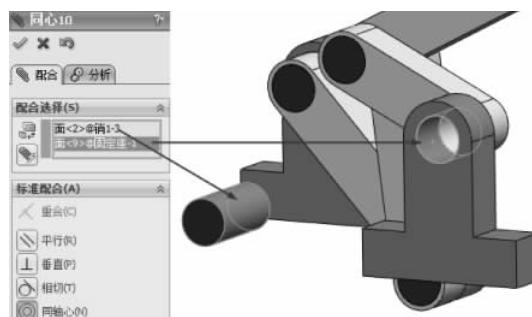

图 3-197 同轴心配合
(29) 选择【标准配合】选项组下的【同轴心】配合类型  ,在【要配合的实体】选择框 中选择如图 3-197 所示的面,其他保持默认,单击【确定】按钮 ,完成同轴心配合。